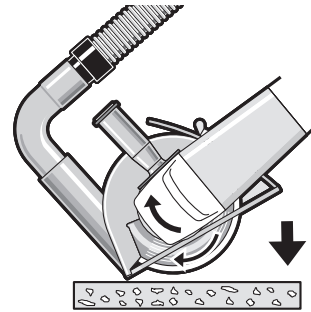

FIG. 15
- a. Incline la herramienta hacia delante con la rueda alineada con la línea de corte y sujete la herramienta por el cuerpo de la amoladora y el mango auxiliar (Fig. 15).